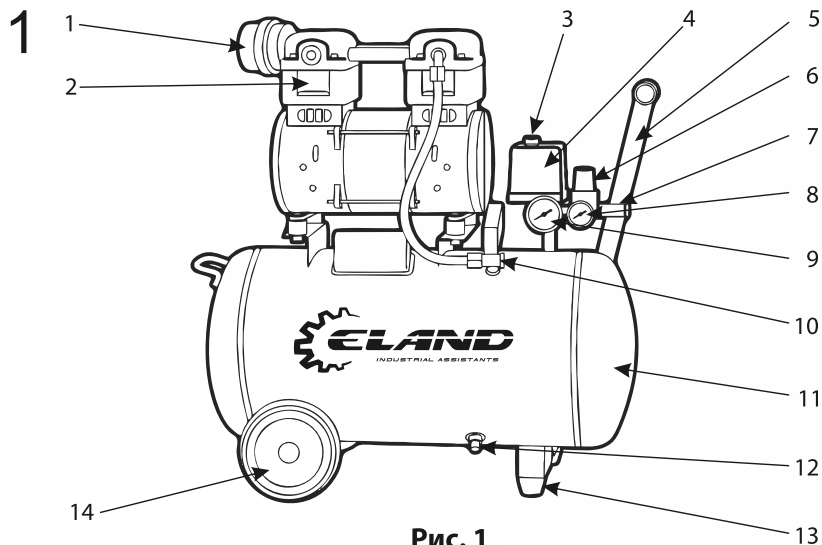

Рис. 1
- Блок поршневой (2) (См. Рис.1) – поршневая группа, одноступенчатая, с воздушным охлаждением - предназначена для выработки сжатого воздуха. Может быть с разным количеством цилиндров в зависимости от модели.
- Ресивер (воздухосборник) (11) (См. Рис.1) служит для сбора сжатого воздуха, выравнивания пульсации воздуха, получающейся в результате возвратно-поступательного движения поршня компрессора, отделения конденсата и масла. Ресивер является также корпусом, на котором смонтированы узлы и детали компрессора.
- Ресивер имеет штуцера для установки реле давления (прессостата) (4), обратного клапана (10), крана слива конденсата, предохранительного клапана, а также кронштейны для установки платформы.
- Реле (прессостат) (4) служит для обеспечения работы компрессора в автоматическом режиме, поддержания давления в ресивере.
- Штуцер (7) с регулятором давления (4) предназначен для подачи воздуха потребителю.
- Обратный клапан (10) (См. Рис.1) обеспечивает подачу сжатого воздуха только в направлении от поршневого блока к ресиверу.
- Блок управления компрессором включает в себя: манометр давления в ресивере ( 9 ); манометр давления на выходе (8); реле давления (прессостат) (4); регулятор давления на выходе (6); кнопку пуска (3); клапан предохранительный.
1. Убедитесь в том, что кнопка пуска (3) на реле давления (4) (См. Рис.1) находится в положении «Выключено». Вставьте вилку питающего электрического кабеля в соответствующую розетку.
2. Переведите кнопку пуска (3) на реле давления (4) (См. Рис.1) в положение «Включено».
4. Остановите компрессор, вновь нажав на кнопку пуска (3) (См. Рис.1).
5. Присоедините к раздаточному штуцеру (7) шланг компрессорного оборудования.
- Для включения нажмите на кнопку пуска (3) (См. Рис.1) реле давления, чтобы установить ее в положение «Включено».
- Подсоедините шланг подачи сжатого воздуха к штуцеру (7) (См. Рис.1).
Постоянное использование максимального давления на выходе необязательно в работе. Зачастую, используемый пневмоинструмент (например, краско-распылитель) требует меньшего давления (порядка 3 - 5 бар). В таких случаях рекомендуется выставлять требуемое давление при помощи регулятора (6) (См. Рис.1), что позволяет снизить нагрузку на компрессор и соответственно увеличивает его ресурс.